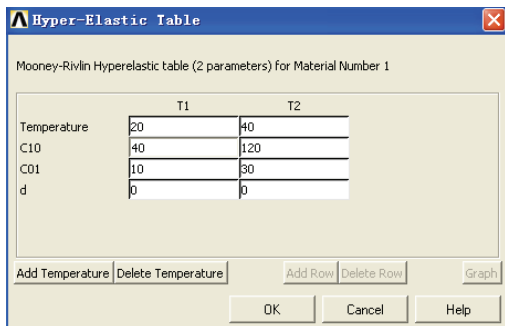

图 5-118 超弹材料参数输入对话框
3) 在 Material Models Available 一栏中依次单击 Structural、Nonlinear、Elastic、Hyperelastic、Mooney-Rivlin、2 parameters 选项, 出现 Hyper-Elastic Table 对话框, 参照图 5-118 对其进行设置, 单击 OK 按钮关闭该对话框。